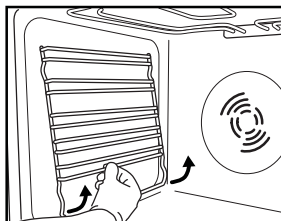

Fig 3
1. Rimuovere le griglie porta accessori laterali (Fig 3).